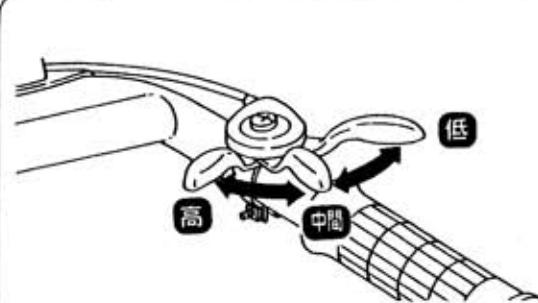

図23
- ② スロットルレバーを【低速】位置にします。 (図23)